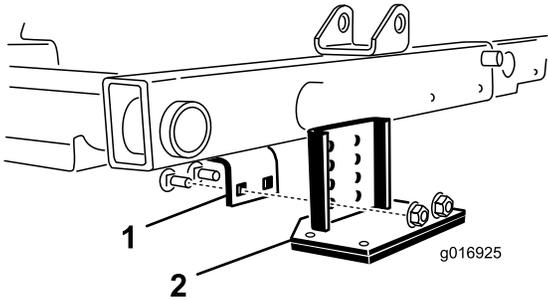

图 40
2. 找到中心滚刀组上方的机架托架图 40。
3. 在按下中心滚刀组前滚筒的同时确定翻斗托架上的哪些孔与机架托架孔对齐以便在翻斗托架安装后能够实现同样的滚筒接触图 40。
4. 放下滚刀组用随套件 (图 40) 提供的 2 个托架螺栓和 2 个螺母将翻斗托架安装到机架上。